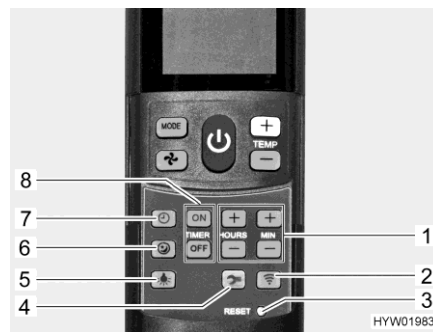

Bild 115 Fjärrstyrning med inställningsknappar (klimatanläggning)
- Tryck på knappen för tyst körning (Bild 115,6). I kyl drift går fläkten med ett lägre varvtal och blir då mycket tystare.
- Tryck på knappen för klocka (Bild 115,7).
- Ställ in timme och minuter med knapparna (Bild 115,1).
- Tryck ner knapp "ON" (Bild 115,8).
- Tryck på knapparna för tidsinställning (Bild 115,1) tills önskat tidsintervall fram till start nås.
- Tryck ner knapp "OFF" (Bild 115,8).
- Tryck på knapparna för tidsinställning (Bild 115,1) tills önskat tidsintervall fram till urkoppling nås.
- Tryck ned knappen "ON" eller "OFF" (Bild 115,8) en gång till.
- Tryck på knappen för belysning (Bild 115,5). Belysningen kopplas in med det senast använda dimningsnivån.
- Dimma belysningen:* ■ Tryck in knappen för belysning (Bild 115,5) och håll den intryckt tills önskad ljusstyrka uppnås.
- Slå av belysningen:* ■ Tryck på knappen för belysning (Bild 115,5).
- ▷ Setup knappen (Bild 115,4) har uppgiften att ansluta fjärrstyrningen med klimatanläggningen vid den första idrifttagningen.